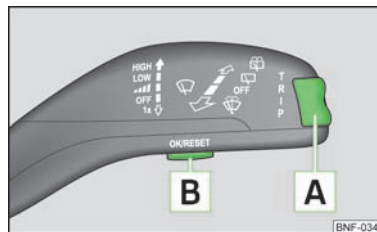

Fig. 6
Du kan skifte hukommelse med knappen **B** » Fig. 6 på betjeningsarmen til viskerne.
Vippeknappen **A** og knappen **B** er placeret på betjeningsarmen til viskerne » Fig. 6.
» Du vælger den ønskede hukommelse ved at trykke et kort øjeblik på knappen **B** » Fig. 6.
» Tryk et kort øjeblik øverst eller nederst på vippeknappen **A** » Fig. 6. Derved åbner du de enkelte funktioner i kørecomputeren efter hinanden.
» Tryk på knappen **B** » Fig. 6 i mere end 1 sek.
- Tryk øverst eller nederst på vippekappen **A** » Fig. 6 for at skifte til visningen af klokkeslættet.
I displayet vises køretiden siden seneste sletning af hukommelsen » Side 13. Hvis du vil måle køretiden fra et bestemt tidspunkt, skal du nulstille hukommelsen på dette tidspunkt ved at trykke på knappen **B** » Fig. 6.
Hvis du vil måle det gennemsnitlige brændstofforbrug for en bestemt periode, skal du slette hukommelsen med knappen **B** » Fig. 6, når den nye måling startes. Efter sletningen vises streger i displayet på de første ca. 300 m af strækningen.
I displayet vises antal kørte kilometer siden sidste sletning af hukommelsen » Side 13. Hvis du vil måle antal kørte kilometer fra et bestemt tidspunkt, skal du nulstille hukommelsen på dette tidspunkt ved at trykke på knappen **B** » Fig. 6.
Displayet viser gennemsnitshastigheden i km/h siden den seneste sletning af hukommelsen » Side 13. Hvis du vil måle gennemsnitshastigheden for et bestemt tidsrum, skal du, når målingen påbegyndes, nulstille hukommelsen med knappen **B** på betjeningsarmen til viskerne » Fig. 6.
- » Vælg menupunktet **Warning against excessive speeds** med knappen **A** » Fig. 6 på betjeningsarmen til viskerne.
- Vælg menupunktet **Warning against excessive speeds** med knappen **A** » Fig. 6.